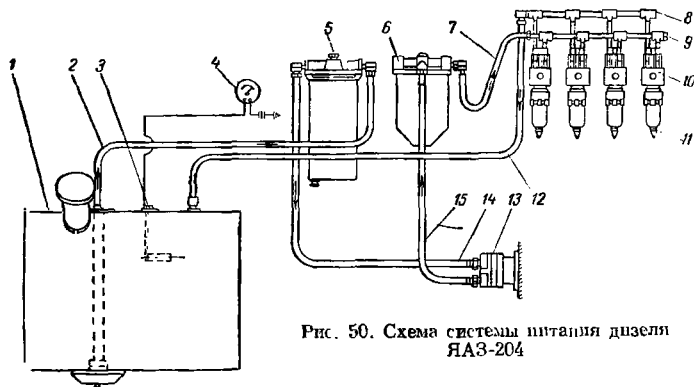

Рис. 50. Схема системы питания дизеля ЯАЗ-204
- а) топливный бак 1 (рис. 50);